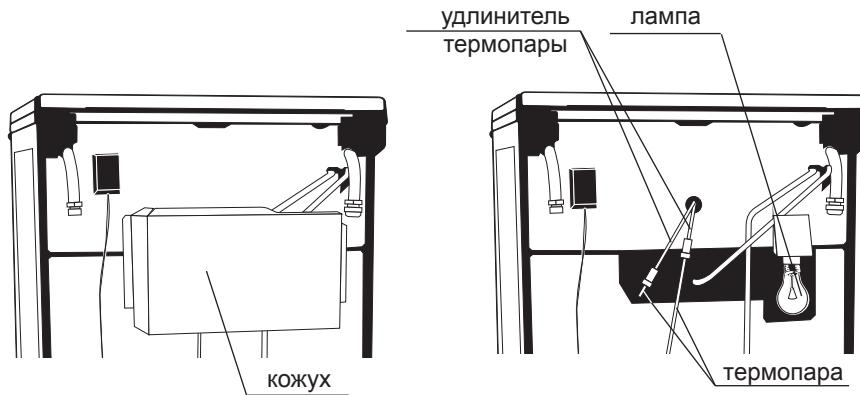

рис. 11
- нет контакта в месте соединения термопары и удлинителя термопары.	- осторожно разобрать соединение термопары с удлинителем и вновь собрать, значительных усилий не требуется, т.к. они могут вывестися из строя соединение (соединение находится под кожухом (см. рис.11), имеется не во всех пли-тах).